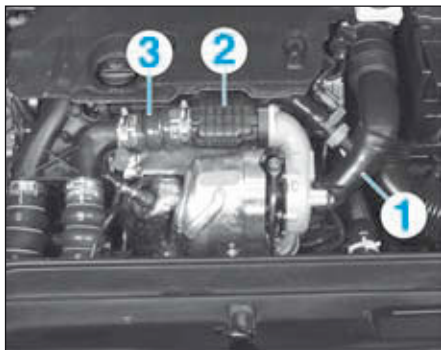

FIG.69
- Débrancher (Fig.69) :
- le conduit d'entrée d'air du turbocompresseur (1),
- l'atténuateur de bruit (2),
- le raccord d'air (3).